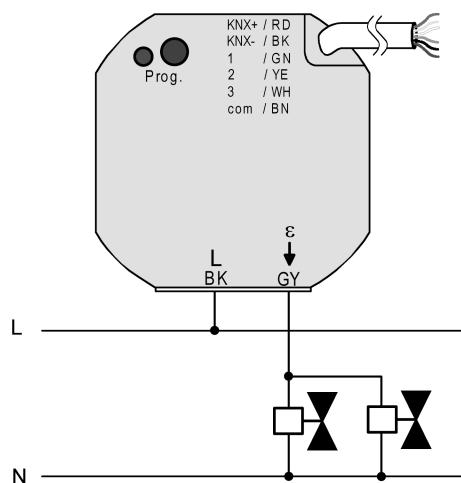

Bild 4: Anschluss der Netzspannung und der Last
- (4) Gerätetasse (z. B. Elektronik-Dose)
- (5) Trennwand
- (6) Serienschalter
- (7) potentialfreier Kontakt, z. B. Fensterkontakt
- Netzspannung und elektrothermische Stellantriebe mit Hilfe der beiliegenden Federsteckklemmen anschließen (Bild 4).